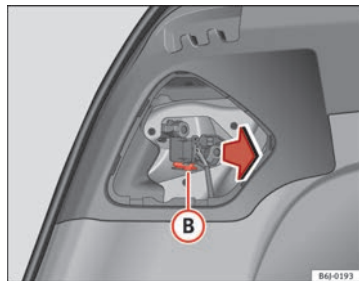

Fig. 170 Démontage de la douille d'ampoule
- Démontez le porte-ampoule en appuyant sur le clip de fixation (B) ⇒ fig. 170 et retirez-le vers l'extérieur.